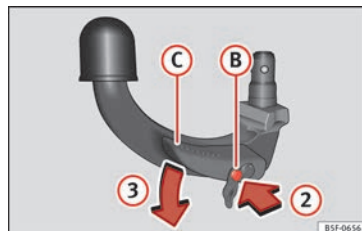

Fig. 234 Paso 2
- Presione el perno de desbloqueo ② el sentido de la flecha ② y al mismo tiempo presione la palanca ③ el sentido de la flecha ③ hasta el tope » fig. 234.